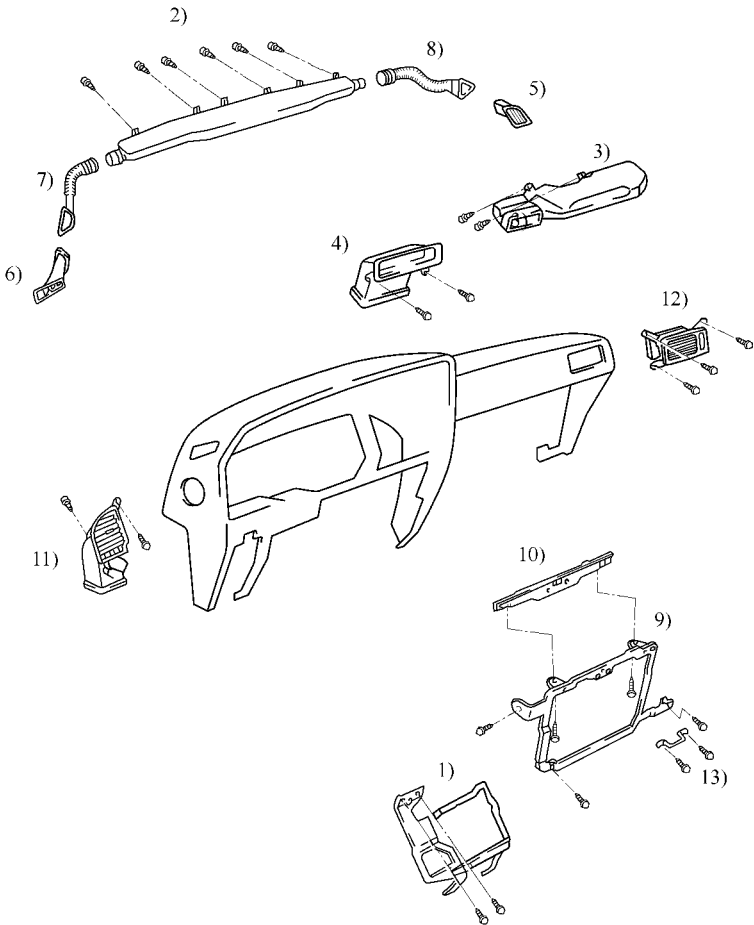

图 17-121 从保护减振垫上拆下各零件
(16) 从保护减振垫上拆下下列零件，如图 17-121 所示。